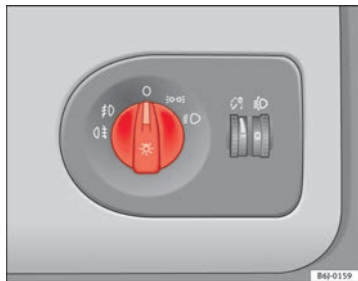

Fig. 54 Détail de la planche de bord : commande des feux, des projecteurs antibrouillard et du feu arrière de brouillard
- Tournez la commande d'éclairage ⇒ fig. 54 en position ☀.